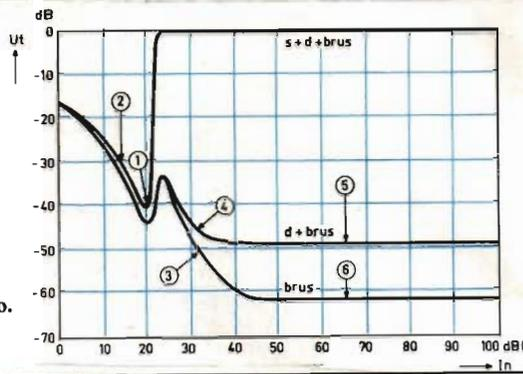

Fig 4. Känslighetskurvor vid stereo.
I den tidigare IHFM-standardens specificerades bara monodata. Den nya standarden upptar omfattande mätningar av stereosignaler. Redovisning sker lämpligen som i fig 4. Ur kurvan kan man avläsa följande data: (2) lägsta användbara signalnivå, (1) mono-stereo-omkoppling, (3) 50 dB "quieting", (4) distorsion vid 50 dB "quieting", (5) distorsion + brus vid 65 dBf in signal och (6) enbart brus vid 65 dBf in.